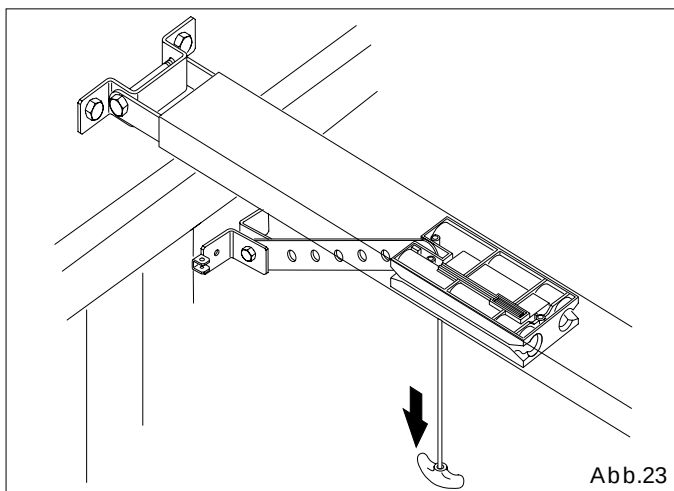

Abb.23
6.18 Den Operator durch Nach-unten-ziehen des Entriegelungshebels entriegeln (Abb.23).